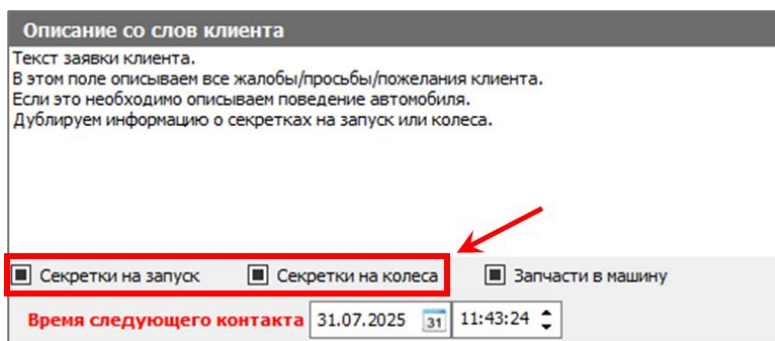

рис. 199
1. Откройте вкладку **Описание со слов клиента**, внизу поставьте в чекбоксах отметки **Секретки на запуск** и **Секретки на колеса** (рис. 199).